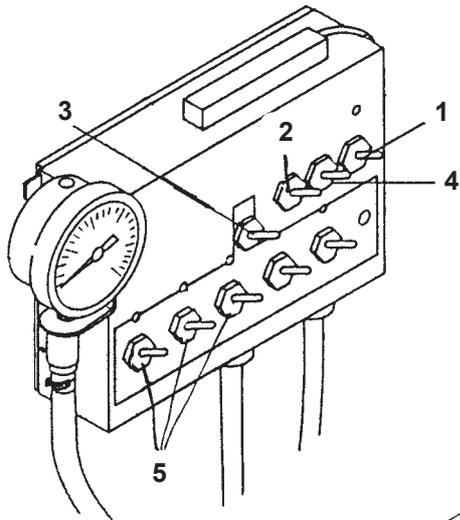
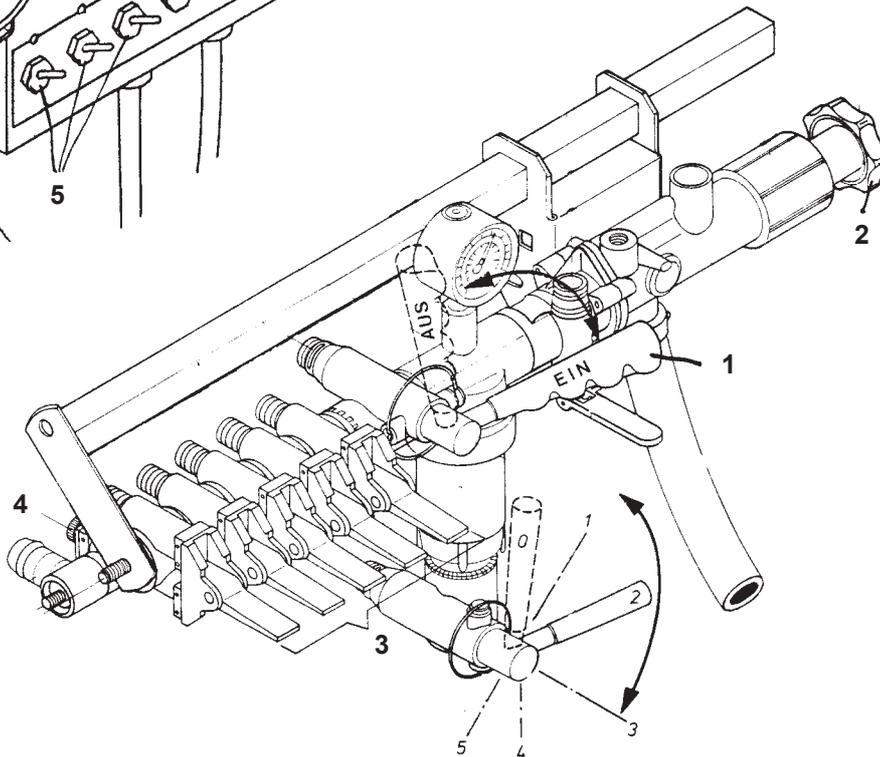

Fig. 6.8
Fig. 6.9
- Ein-/Ausschalter (Fig. 6.8/ 1) für Stromversorgung des Schaltkastens in Position "I" bringen. Die rote Kontrollleuchte leuchtet auf und der Schaltkasten ist betriebsbereit (**nur Bedienungsarmatur mit Schaltkasten**).
#### **Programmschalter (Fig. 6.8/ 2) in Position "handbetrieb".**
- Alle Dosierhähne öffnen und die zentrale Gestängeein- und -ausschaltung (Zentralhahn (Fig. 6.9/ 1) bzw. Schalter (Fig. 6.8/ 3) in Position "I" (EIN). Wasser tritt aus allen Düsen aus. **Ausgeschaltet bleibt das Rührwerk!**
- Einstellen des Spritzdruckes von 4 bar über den Sterngriff (Fig. 6.9/ 2) bzw. den  $\pm$ Taster (Fig. 6.8/ 4). Ablesen des eingestellten Spritzdruckes an der Spritzdruckanzeige.
- Schließen einer Spritzgestängeteilbreite durch Betätigung eines Dosierhahns (Fig. 6.9/ 3) bzw. eines Teilbreitenschalters (Fig. 6.8/ 5) über das dem Teilbreitenschalter zugeordnete Magnetventil. An der Spritzdruckanzeige verändert sich der Spritzdruck.
- Verdrehen der Rändelschraube (Fig. 6.9/ 4 bzw. 6.7/ 3) der diesem Dosierhahn bzw. Magnetventil zugeordneten Gleichdruckeinrichtung solange, bis die Spritzdruckanzeige wieder exakt den Spritzdruck von 4 bar anzeigt. Anschließend diese Teilbreite öffnen.